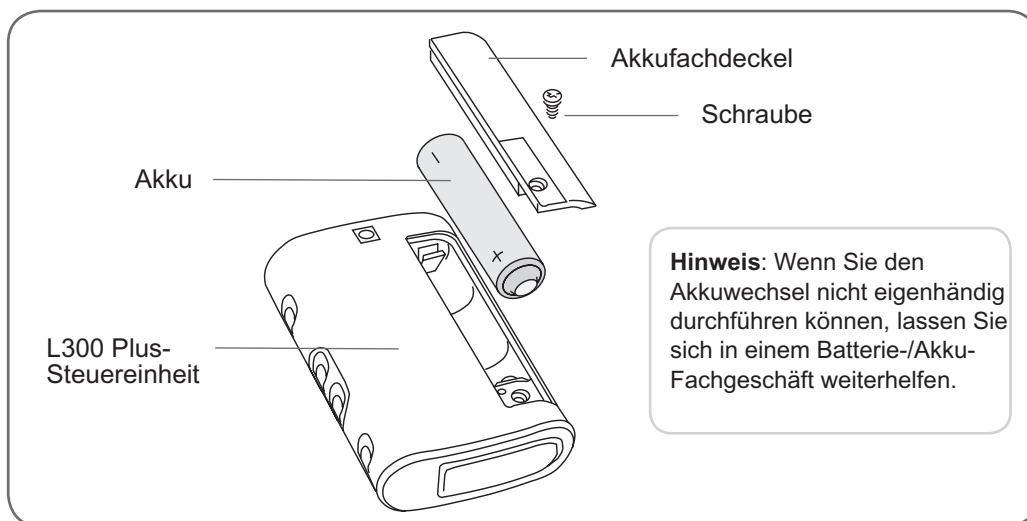

Abbildung 9-5: Akkuaustausch bei der L300 Plus-Steuereinheit
1. Lösen Sie die Schraube am Akkufachdeckel auf der Rückseite der L300 Plus-Steuereinheit (siehe Abbildung 9-5). (Die Schraube befindet sich unter einem kleinen Etikett. Ziehen Sie vorsichtig einen Teil des Etiketts ab. Bringen Sie das Etikett nach dem Akkuwechsel wieder an.)